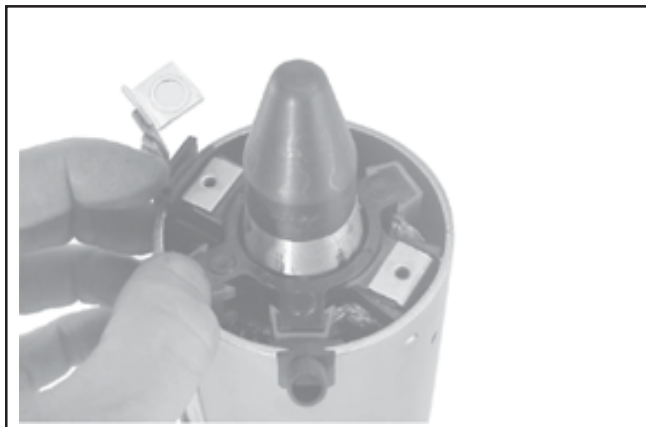

Figure 8-66. Installation du support de balais avec outil et extension.
- d. Maintenir le démarreur à la verticale à l'extrémité du carter et positionner soigneusement l'outil avec extension et le support de balais assemblé sur l'arbre de l'armature. Introduire le support de balais autour du commutateur et placer le passe-fils du câble de balais positif (+) dans la fente du châssis. Voir la Figure 8-66.